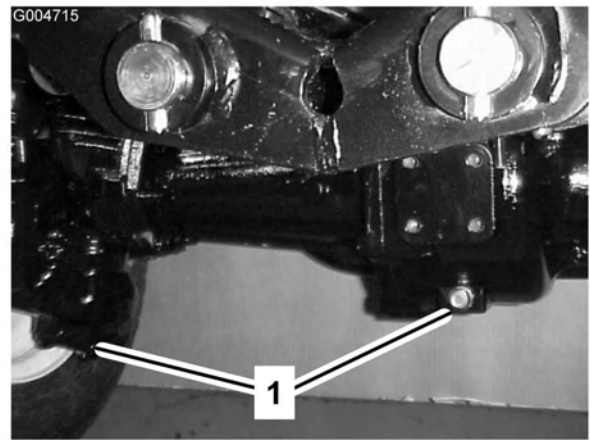

Bild 60
2. Reinigen Sie den Bereich um die drei Ablassschrauben, d. h. jeweils eine an beiden Enden und eine in der Mitte (Bild 60).